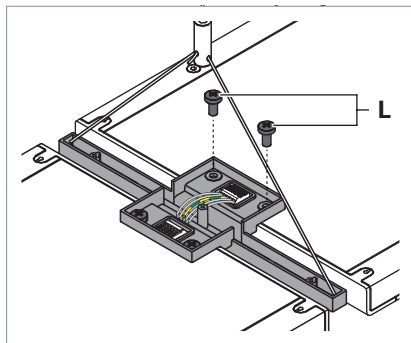

Fig. 15: Collegamento degli apparecchi.
- Collegare l'elemento di collegamento dell'apparecchio già montato all'apparecchio da concatenare utilizzando le viti fornite in dotazione L, vedi Fig. 15.